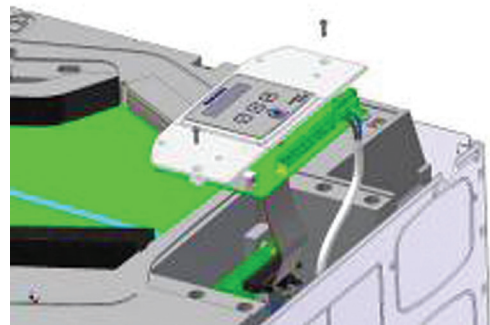

Fig. 5: Deconectarea cablului de alimentare (partea frontală)
4. Deșurubați cele 2 șuruburi de pe panoul de comandă și deconectați cablul de alimentare de la borna: L, N, împământare E și LS. (vezi fig. 5)